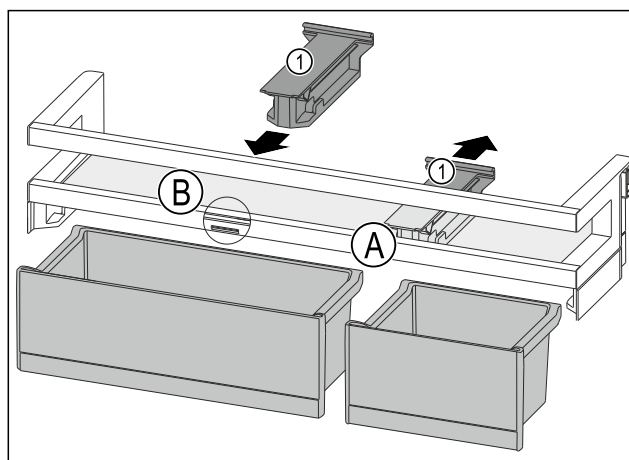

Fig. 82
- ▶ Изтеглете задържащата част Fig. 82 (1) на позиция Fig. 82 (A) назад.
- ▶ Поставете задържащата част Fig. 82 (1) на позиция Fig. 82 (B).